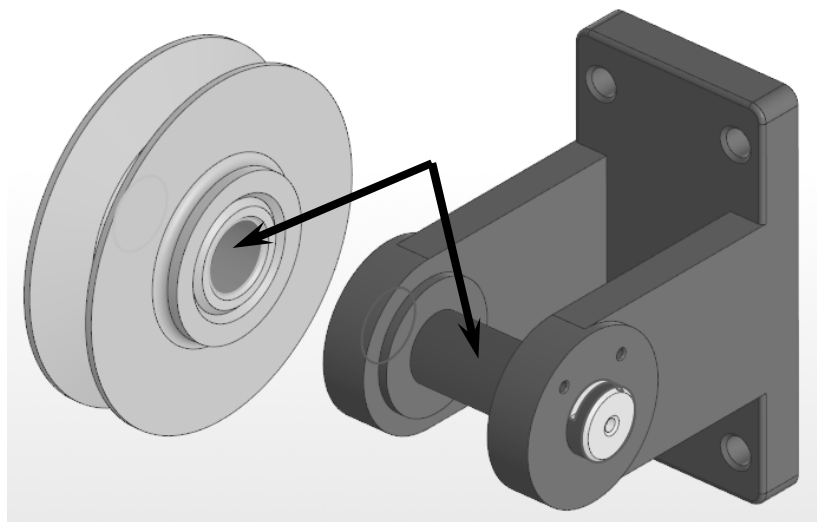

Рис. 5.10. Применение сопряжения **Соосность** между компонентами сборки
- Для установки деталей «Ролик» с «Втулкой» на «Ось» наложите сопряжение «**Соосность**», указав **ЛКМ** цилиндрические грани деталей (рис. 5.10).